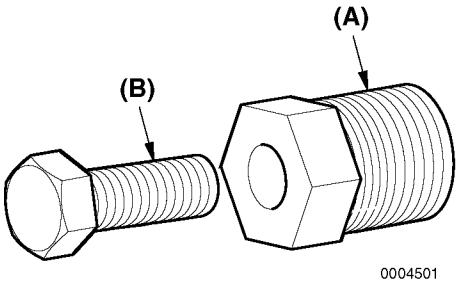

Figura 16
2. Monte el extractor (Figura 16, (A)) en el rotor.
3. Gire el tornillo extractor (Figura 16, (B)) en sentido de las agujas del reloj para extraer el rotor del cuerpo de la bomba.